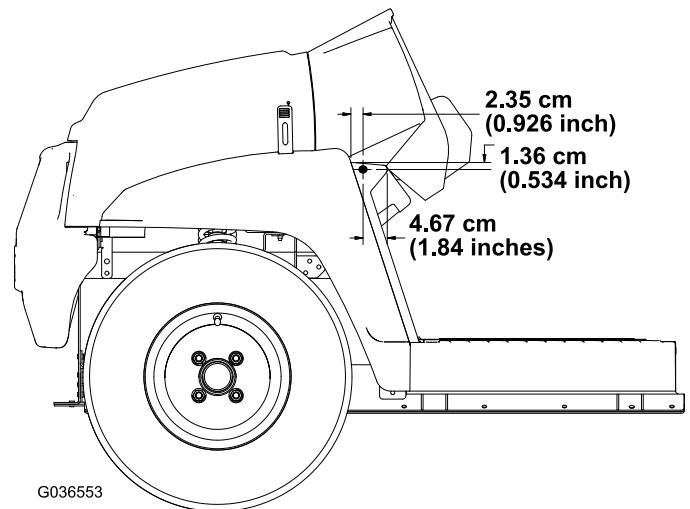

图 30
2. 使用图 30 中所示的尺寸在机器左右侧的脚踏板外侧钻 1 个孔 5/16 英寸。